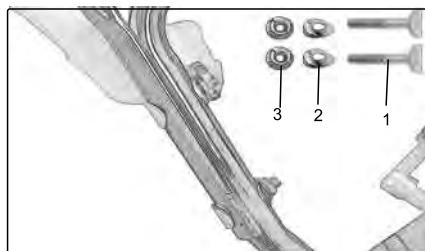

Рис. 2
• Используйте два винта M8x40 (1), две шайбы (2) и две плоских (3) для крепления рукоятки на корпусе снегоуборщика с правой стороны. (рис. 2)